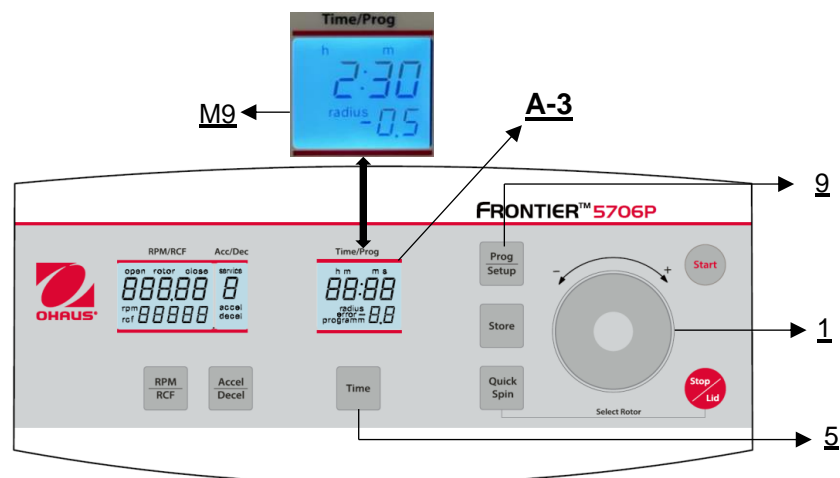

Figure 20
Fermer d'abord le couvercle de la centrifugeuse, puis appuyer simultanément sur les touches "Time" (5) et "Prog/Setup" (9) et les maintenir enfoncées (voir figure 20).